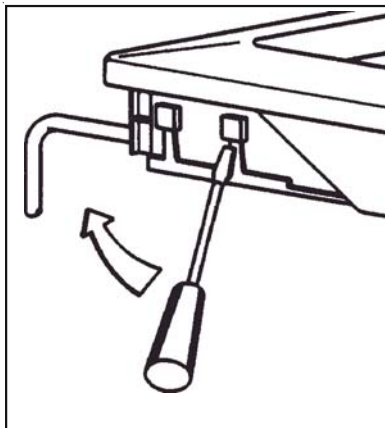

Рис. 4
- слегка надавите и приподнимите ее (рис. 4).